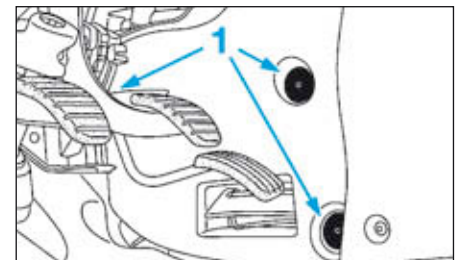

FIG.24
- les agrafes (1) du carter inférieur latéral gauche de console centrale (Fig.24),